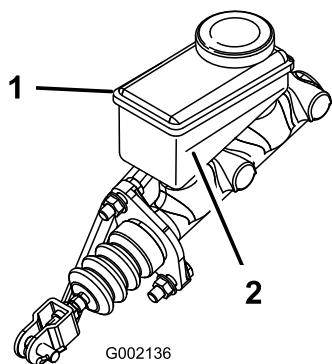

Bild 58
3. Lesen Sie den Flüssigkeitsstand am Stutzen an der Seite des Behälters ab (Bild 58).
- B. Füllen Sie DOT 3-Bremsflüssigkeit in den Behälter, bis der Füllstand über der Minimum-Markierung liegt (Bild 58).